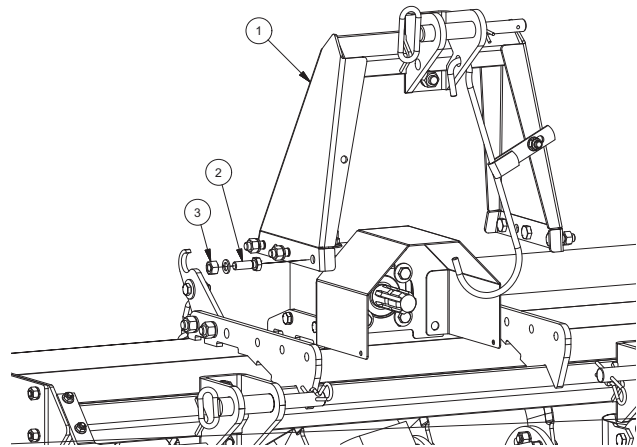

FIG. 6
- Monter le troisième point (1, Fig. 6), il faut l'insérer à l'intérieur entre les supports du châssis; serrer les vis (2) et les écrous (3) au couple de serrage conseillé (voir tableau "Couples de serrage des boulons (Nm)" au page 62)